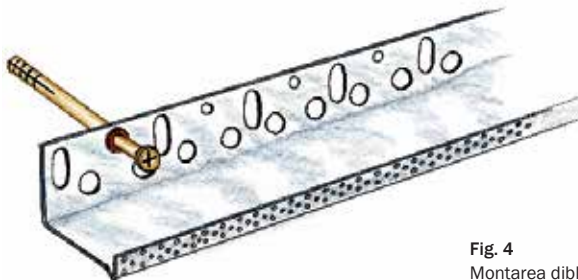
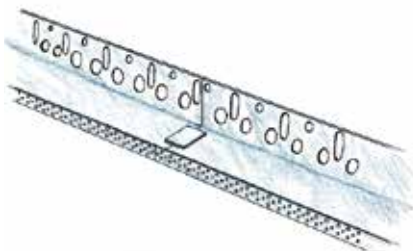

Fig. 4
Fig. 6
▶ **Fixarea profilelor de soclu:** se va face cu dibluri la fiecare 30 cm (Fig. 4). Abaterile de planeitate ale peretelui vor fi compensate prin intercalarea de distanțiere între profil și perete, îmbinările dintre profile se vor realiza cu ajutorul pieselor de racord (legătură) (Fig. 6).